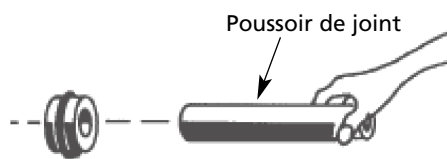

Figure 16
2. Appliquez un peu d'huile (NE PAS utiliser de graisse) sur les parties fixes de la garniture mécanique. Pensez à réintroduire la garniture mécanique à l'aide du poussoir de joint comme dans la Figure 16, et de remplacer les vis du joint torique et du couvercle de joint.